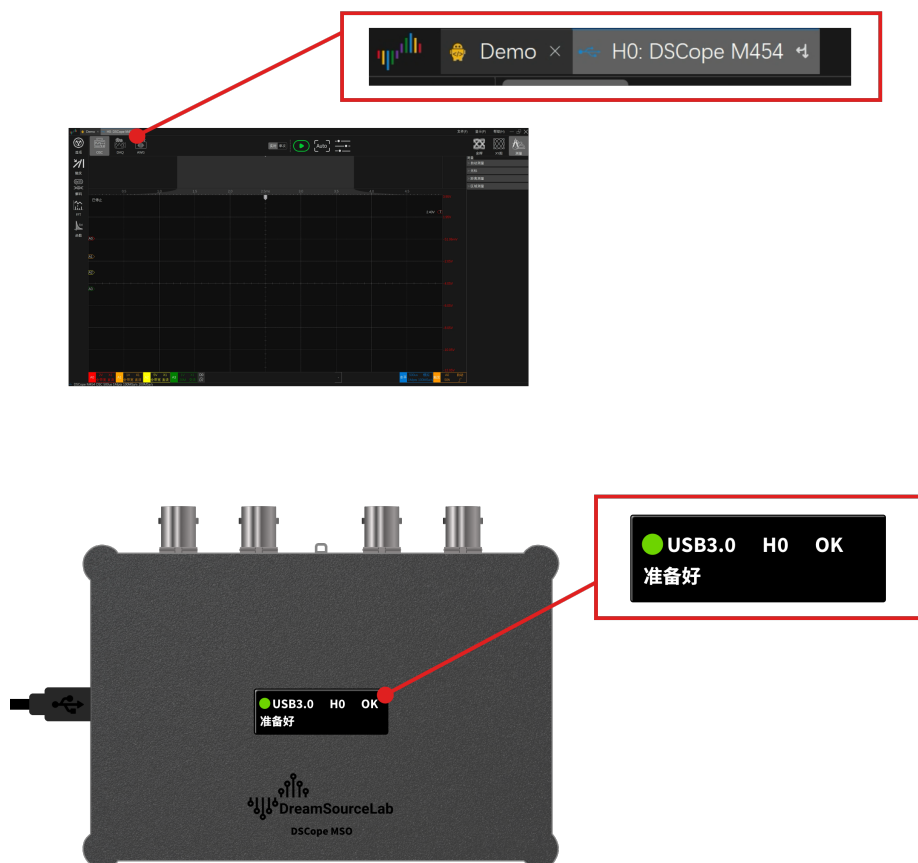

图 3-2
2) 打开 DSWave 软件（Windows 系统首次使用时系统需要搜索驱动程序，请耐心等待），DSWave 正确识别设备时设备的状态显示屏显示“准备好”、USB 协议版本、设备编号，同时 DSWave 会自动新增该设备的任务 TAB，任务 TAB 中的设备编号与状态显示屏对应。如图 3-2 所示，“H0”为设备编号。